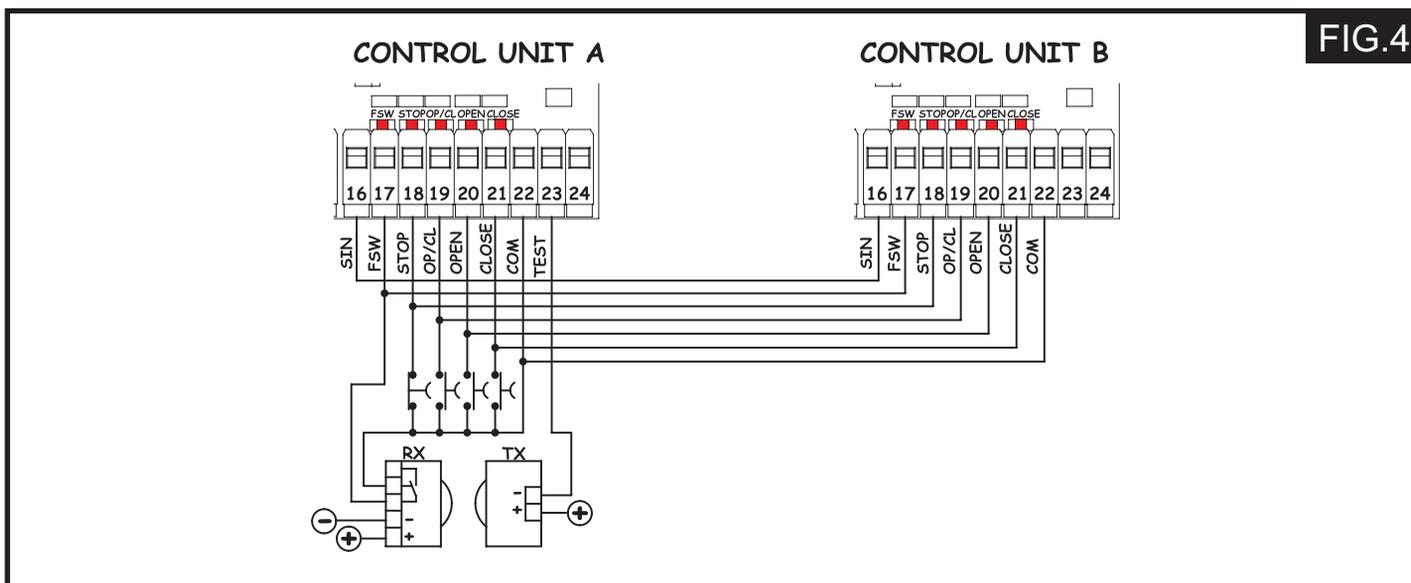

FIG.4
3.4.1.- Operación de barreras contrapuestas (Fig.4)